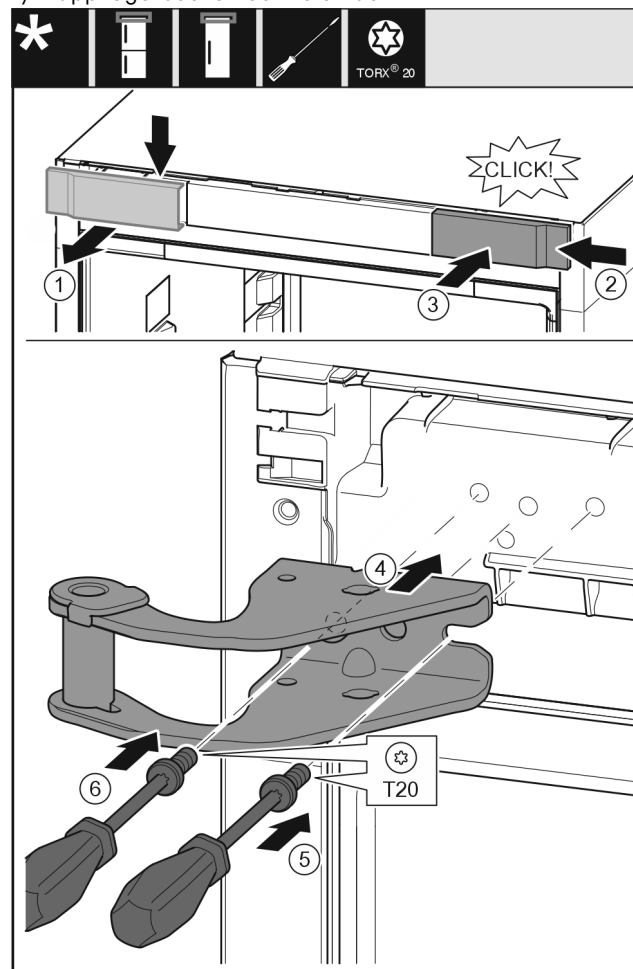

Fig. 15
- Ta bort skyddet Fig. 15 (1) uppifrån och framåt.
- Häng in skyddet Fig. 15 (2) vridet 180° på den andra sidan från höger.
- Haka i skyddet Fig. 15 (3).
- Sätt in den övre lagerbocken Fig. 15 (4).
- Sätt an skruven Fig. 15 (5) och dra åt den med skruvmejseln.
- Sätt an skruven Fig. 15 (6) och dra åt den med skruvmejseln.